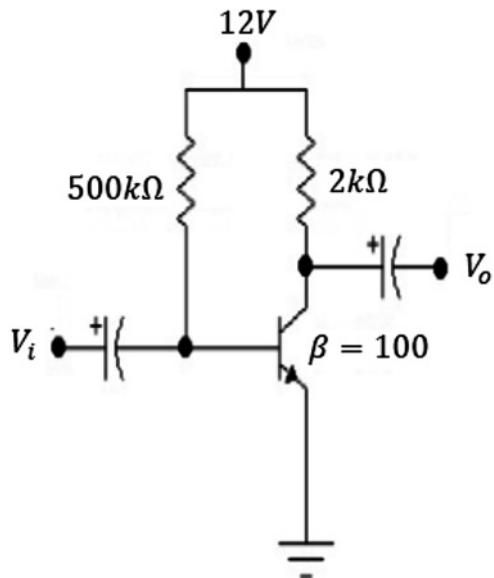

Figura 4.50 Ejercicio de aplicación. Fuente: [2]
f) En el circuito de la figura 4.50, se pide hallar I_C , V_C .